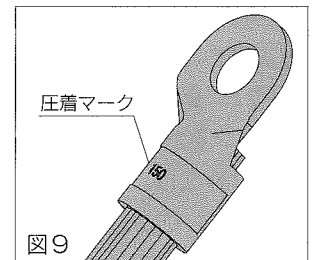

図9
- 12 ヨークを開き、圧着した端子(スリーブ)を取り出してください。端子の圧着部分には、圧着マークが表示されています。(図9)